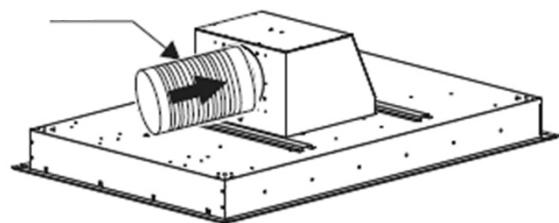

Abb. 10
- d. Montieren Sie die Zierleiste und den Filter der Platte bezogen auf die obigen a/b-Schritte in umgekehrter Reihenfolge, während Sie das Flexrohr am Auslass anbringen (siehe Abb. 10).